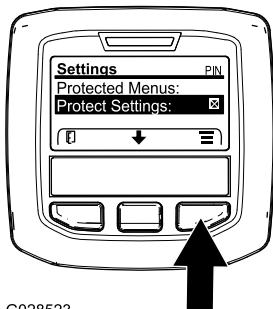

Bild 43
1. Greifen Sie auf die geschützten Menüs zu und entsperren Sie das Untermenü „geschützte Einstellungen“ (Bild 43), siehe Zugreifen auf die geschützten Menüs \(Seite 25\).